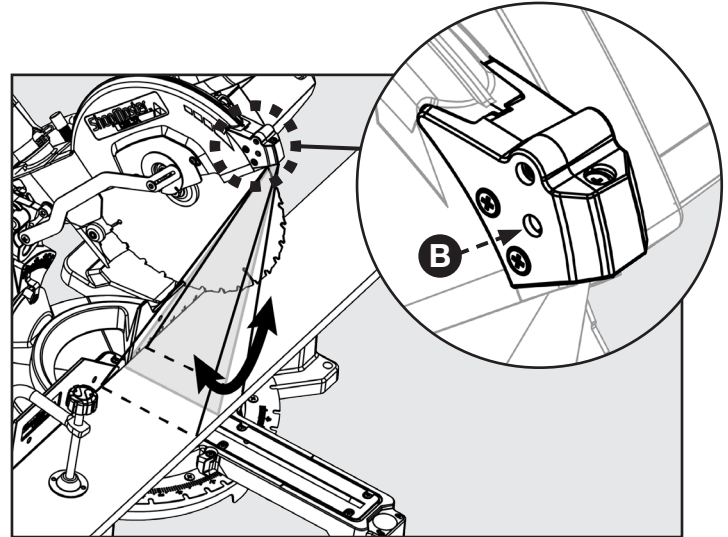

FIGURA 24
Si advierte que la línea del láser no permanece paralela a la hoja a medida que se baja el cabezal de la sierra para realizar un corte, consulte la Figura 24 y siga estas instrucciones: utilice un destornillador Phillips para girar el tornillo (B) a fin de ajustar el ángulo vertical del láser.